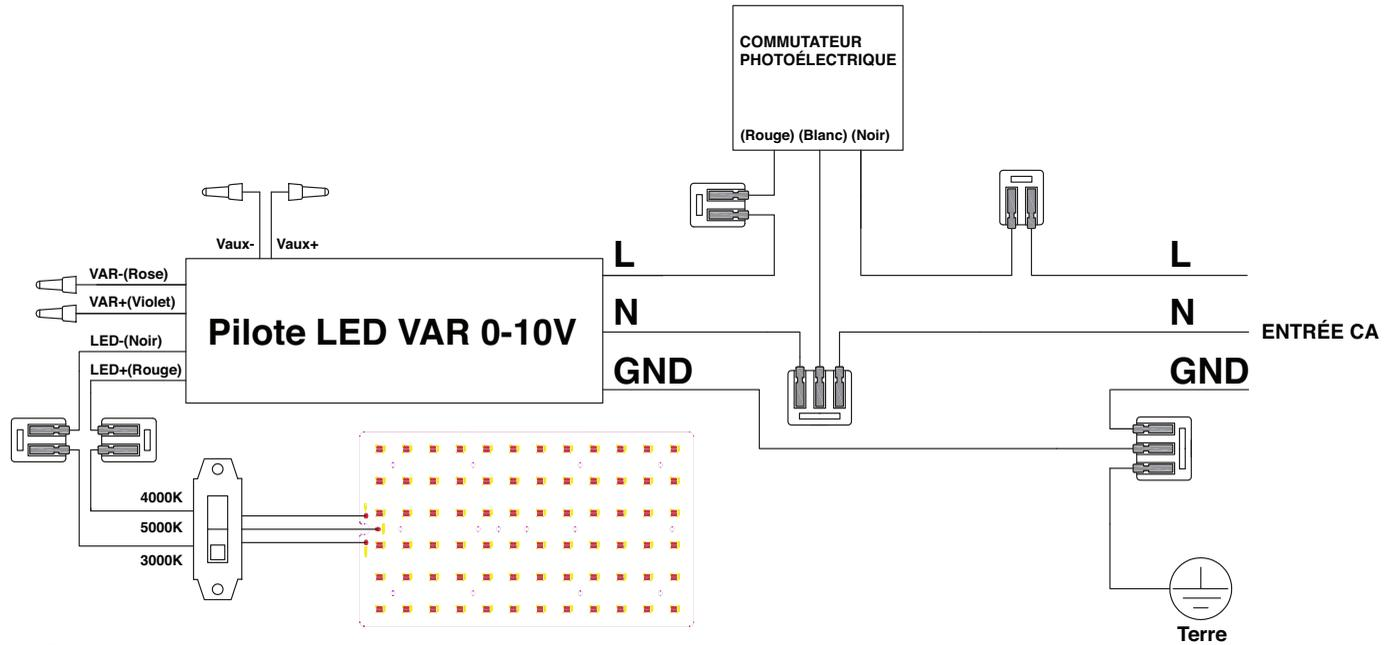

FIG. 24
2. La FIG. 24 montre le câblage lors de l'utilisation d'un capteur à photocellule.